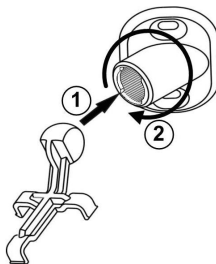

Рис.9 Схема соединения кронштейна и держателя
8. Соедините части кронштейна и поверните основание сигнализатора в нужное положение (см.рис.9).